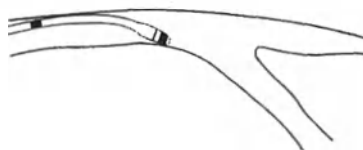

Рисунок 6.
1. Проведите электрод до устья кардиальной вены, но не проходите за него (Рис. 6).